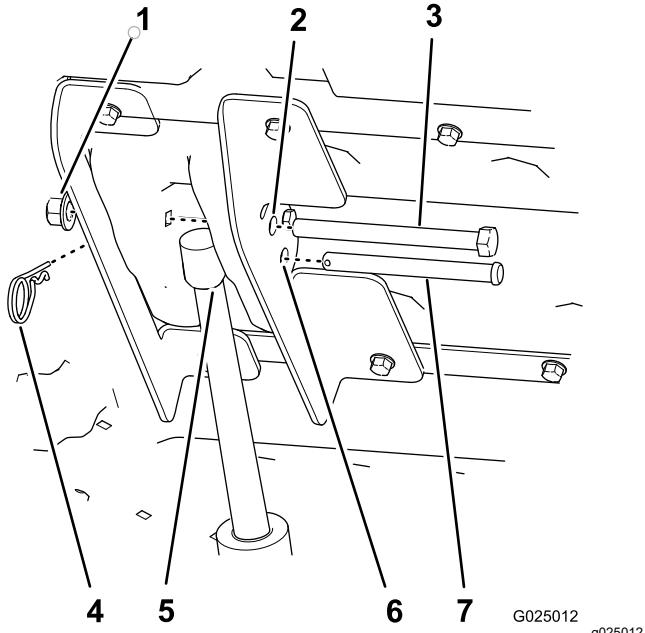

図 11
7. 荷台昇降スイッチの上パドルを押して昇降アクチュエータのロッドを伸ばし、ロッドの穴が内側・外側昇降ブラケットの穴に揃ったところで止める図 11。
8. 昇降アクチュエータのロッドを昇降ブラケットに固定する クレビスピン $3\frac{1}{2}$ "とヘアピンを使用する図 11。
10. 内側・外側の昇降ブラケットの残っている穴12.7 mmに六角ヘッドボルト $\frac{1}{2} \times 5\frac{1}{2}$ "を通し図 11、ロックナット $\frac{1}{2}$ "で軽く止め付ける。
2. アクチュエータロッドを内側・外側昇降ブラケットに留め付けているヘアピンコッターとクレビスピンを取り外す図 11。
7. 荷台を降ろし、昇降アクチュエータをブラケットに合わせる図 11。
8. クレビスピンとヘアピンで昇降アクチュエータを昇降ブラケットに固定する図 11。